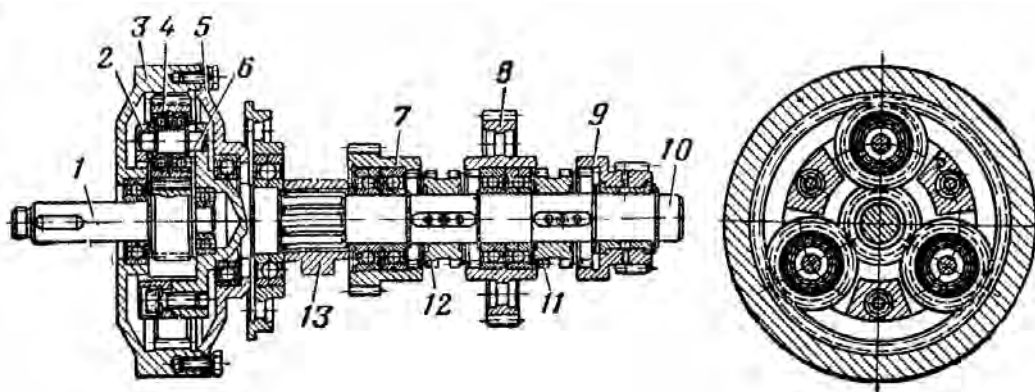

Рис. 6. Планетарный редуктор:
**Планетарный редуктор** (рис. 6) изменяет передаточное число и отключает трансмиссию от двигателя.
Муфты передают вращение от вала-водила шестерням. На шлицевой части вала-водила посажен кулачок 33, приводящий в действие плунжер 32 масляного насоса, подающего масло из картера коробки передач и подач в верхнюю полость шпиндельного узла. На трех осях 6 (рис. 6) вала-водила посажены три сателлитные шестерни 4 на двух шарикоподшипниках № 202 каждая. Шестерни 4 находятся в зацеплении с зубчатым венцом тормозного шкива 3, который винтами М8 присоединен к посаженной на валу-водителе крышке 5. Между крышкой и валом-водителем установлен шарикоподшипник № 110. В расточках вала-водила и тормозного шкива на шарикоподшипниках № 203 и 205 посажен вал-шестерня 1, находящийся в зацеплении с сателлитными шестернями 4.